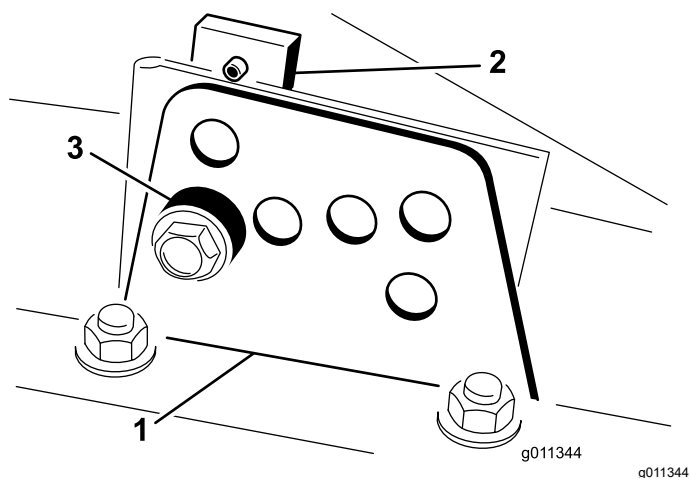

Figure 25
2. Desserrez le boulon qui fixe le support de hauteur de coupe à la plaque de hauteur de coupe (à l'avant et de chaque côté), comme montré à la Figure 25.
4. Tout en soutenant la chambre, déposez l'entretoise (Figure 25).